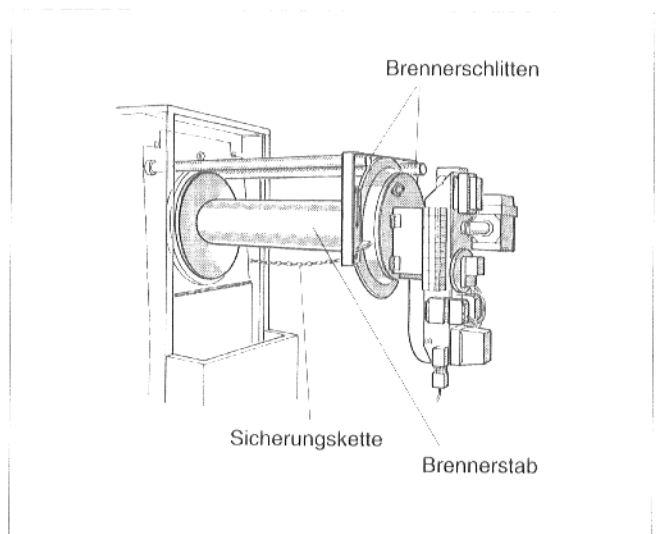

Abb.18: Brenner in Wartungsposition bringen
Sicherungskette des Brennerschlittens vorher lösen (Abb.18).
Um den Brenner einer Kontrolle unterziehen zu können, ist er in die Wartungsposition zu bringen (Abb.18).
- Brenner am Brennerschlitten soweit herausziehen, daß er sich im **ganzen Umfang** außerhalb des Kessels befindet (Abb.18).